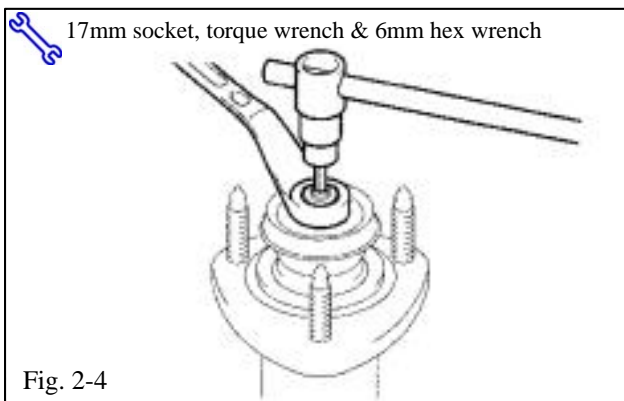

Fig. 2-4
- (d) Torque the new shock absorber shaft lock nut (Fig. 2-4).